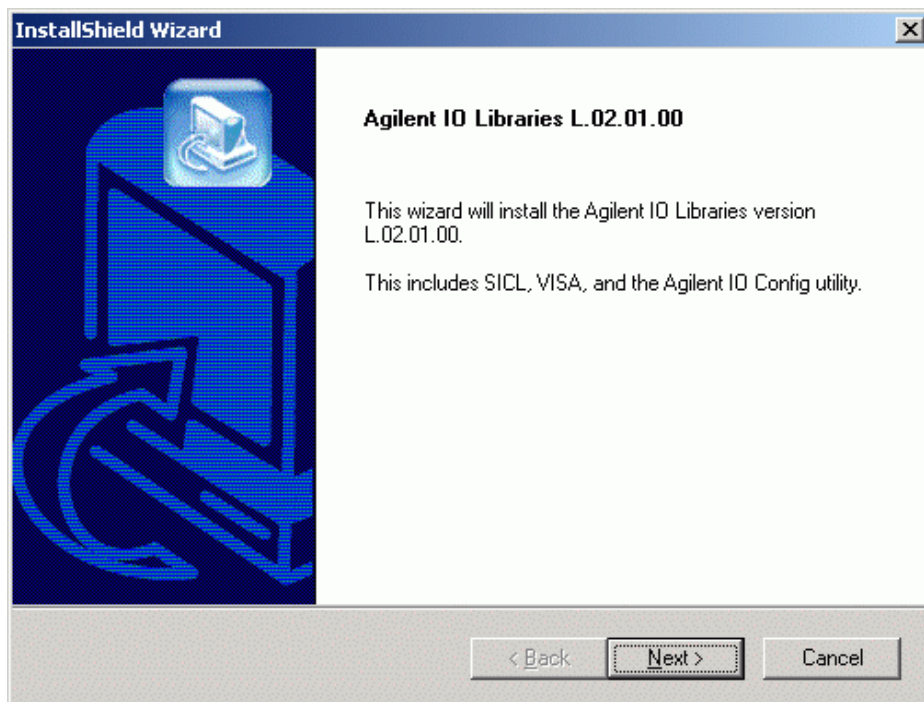

Figure 20 Bibliothèques E/S de l'écran d'installation
- 2 Quand l'écran de titre apparaît (voir Figure 20), cliquez sur **Next (Suivant)** pour passer à l'écran Contrat de licence puis cliquez sur **Yes (oui)** pour accepter les termes du contrat de licence et afficher les informations du fichier Readme.